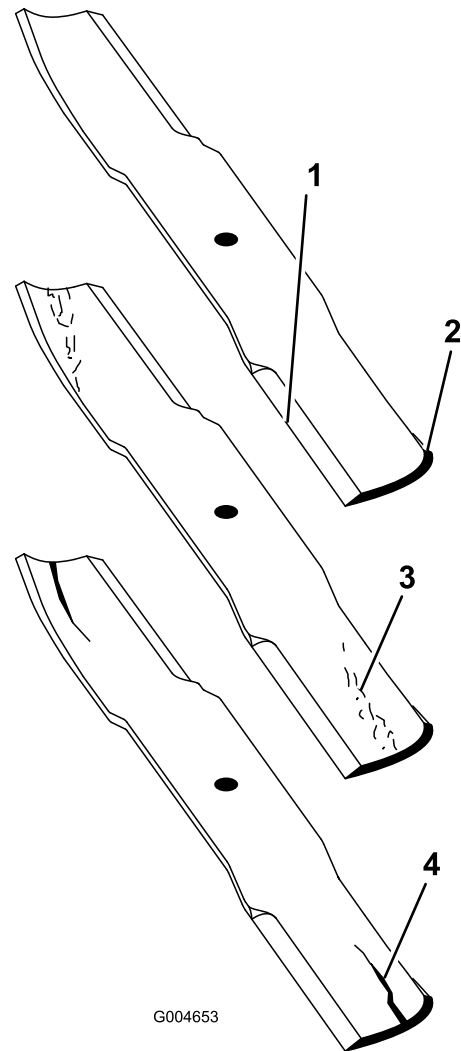

Figura 73
- Inspeccione los filos de corte (Figura 73). Si los bordes no están afilados o tienen muescas, retire las cuchillas y afílelas. Consulte Afilado de las cuchillas (página 38).
- Inspeccione las cuchillas, especialmente la parte de la vela (Figura 73). Si observa daños, desgaste o la formación de una ranura en esta zona (Figura 73), instale inmediatamente una cuchilla nueva.